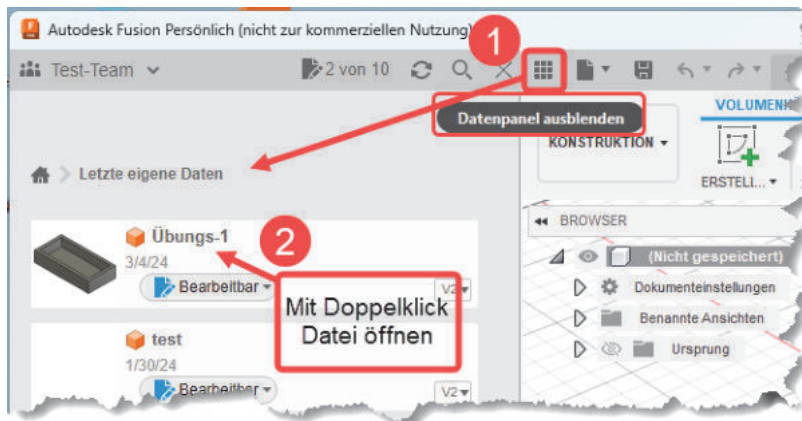

Abb. 1.17: Datei zur Bearbeitung öffnen
Zur Weiterbearbeitung einer gespeicherten Datei blenden Sie das **DATENPANEL** ❶ (Abbildung 1.17) ein und öffnen die Konstruktion dort mit einem Doppelklick ❷.